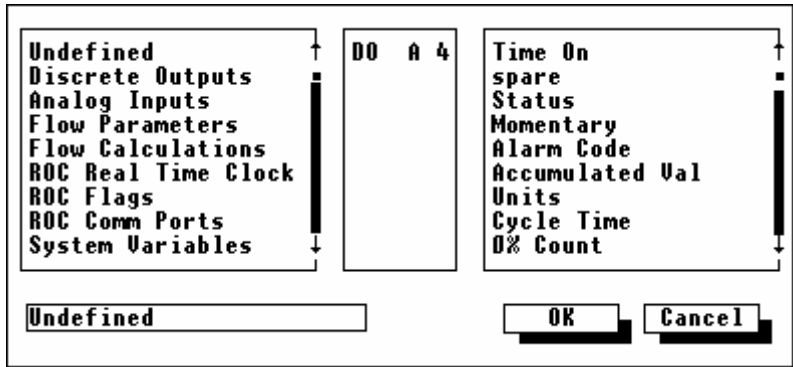

Figura 5-31. Definição do Tipo de Ponto
**Line Value (Valor da Linha)** — O dado ou parâmetro a exibir é selecionado utilizando o windows (veja a Figura 5-31) para selecionar função, número da função e parâmetro. Desde que os caracteres de texto não possam ser exibidos no campo Value, selecione apenas os parâmetros que retornem um valor numérico.